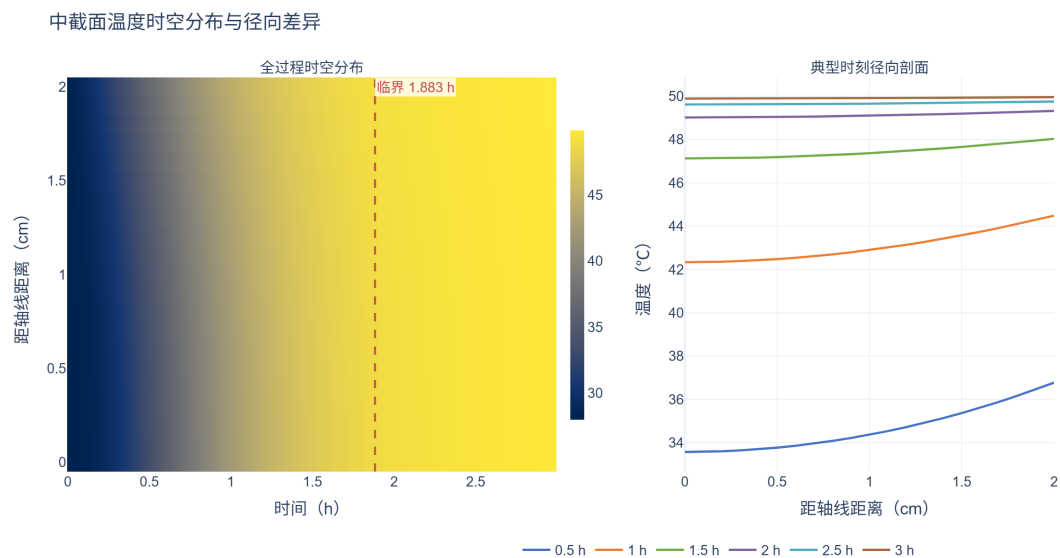
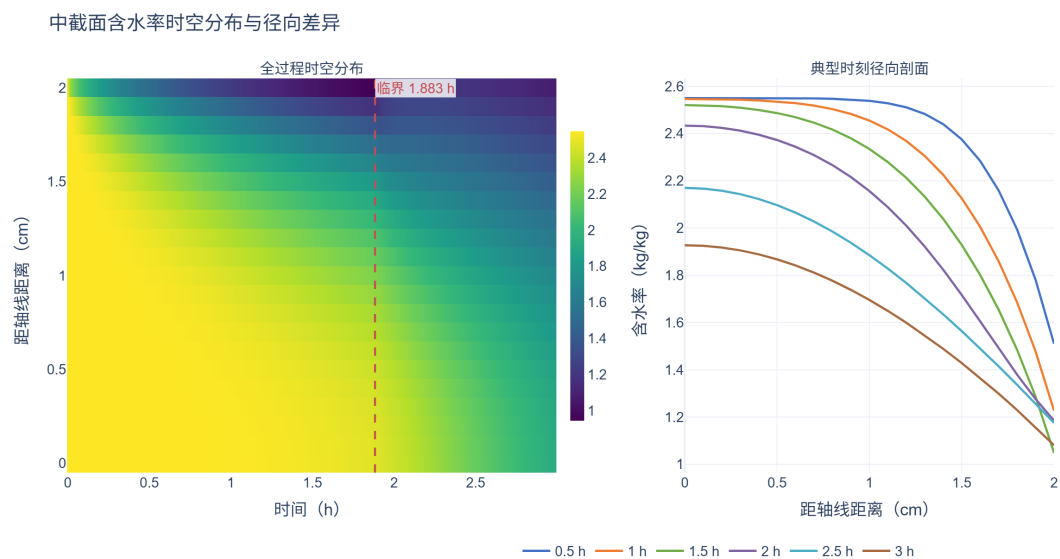

图 5: 中截面温度时空分布与径向差异
图 6: 中截面含水率时空分布与径向差异
图 5 与图 6 分别给出中截面温度与水分浓度的时空分布。两图均采用“左热力图、右径向剖面”的双栏形式：左图以颜色表示整个 $0 \sim 3 \text{ h}$ 过程中距轴线不同距离处的数值演化，红色虚线标出临界时刻 $t_c = 1.8833 \text{ h}$ ；右图直接给出 $0.5, 1, 1.5, 2, 2.5, 3 \text{ h}$ 六个典型时刻的径向剖面曲线，便于定量比较同一时刻中心与表面的差异。这种画法保留了二维轴对称中截面的时间演化信息，并避免曲面视角遮挡读数的问题。
(2) 温度场。温度由表面向中心逐步传递, 早期径向温差较大, 随后迅速减小。0.5 h 时表面与中心温差为 3.20 °C, 至 3.0 h 仅为 0.06 °C; 此时中心和侧面温度分别为 49.8958 °C 和 49.9597 °C, 均已接近 50 °C。这说明药材在预热后期已基本热透, 温度场趋于均匀, 后续温度对水分迁移的影响主要体现在扩散系数 D 的 Arrhenius 项中。图 5 进一步表明温度梯度主要沿径向分布, 且临界时刻前后温度场连续, 仅物性参数发生切换。
(3) 水分浓度场。水分浓度呈明显的“内湿外干”特征。3 h 时中心含水率为 1.9235 kg/kg, 侧面仅为 1.0791 kg/kg, 径向差值约为 0.84 kg/kg。这是由于表面失水受对流传质边界直接控制, 而内部水分主要依靠扩散向外迁移, 扩散过程相对较慢。图 6 显示, 含水率随时间整体下降, 且干燥过程由表及里逐步推进; 临界时刻前后色带连续, 说明分段参数切换未造成浓度场跳变。